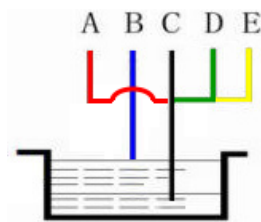

Рис. 4
- 5.3. Поместите датчики в резервуар с водой, как показано на рис. 4.